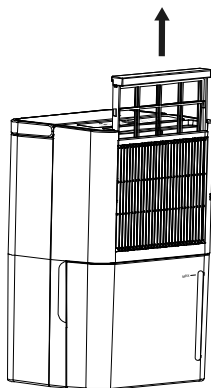

Fig. 6
- ◆ Éteignez l'appareil et débranchez la fiche secteur ❶ de la prise secteur.
- ◆ Le filtre à air ❸ se situe derrière la grille d'admission d'air ❷. Saisissez avec les doigts le rebord du filtre à air ❸ et tirez-le vers le haut pour le sortir de l'appareil (voir figure 6).